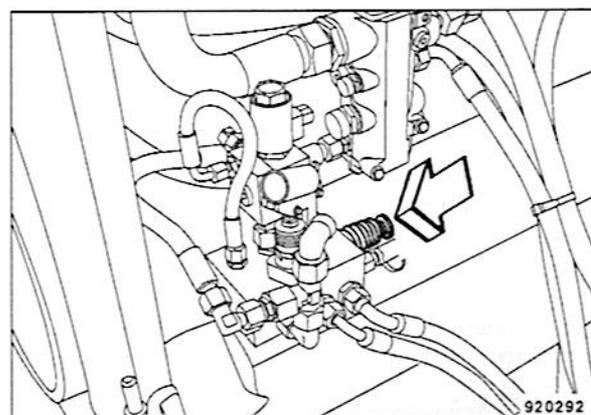

Fig. 104
- Presionar el botón de accionamiento de emergencia (Fig. 104) dentro hasta el tope.